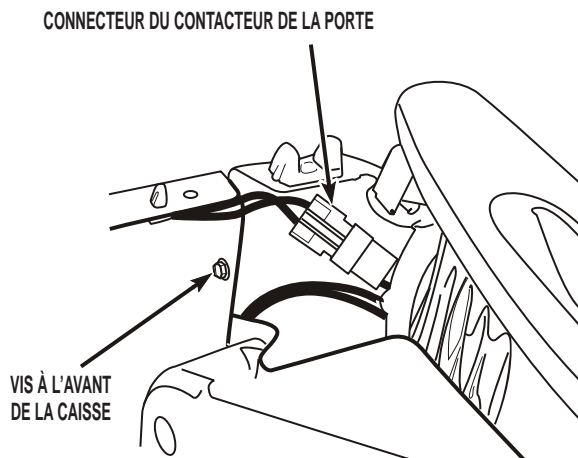

FIGURE 2
6. Ôter les deux (2) vis à tête hexagonale à l'avant de la caisse. Voir *Figure 2*.